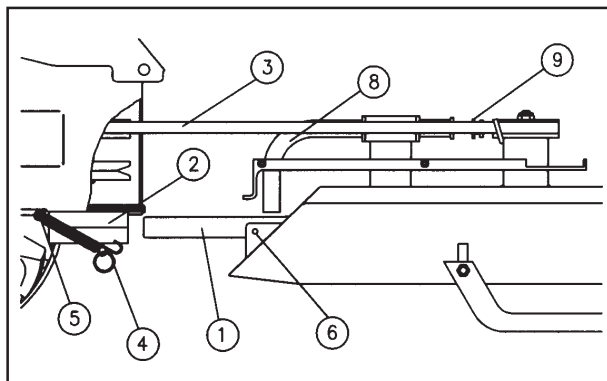
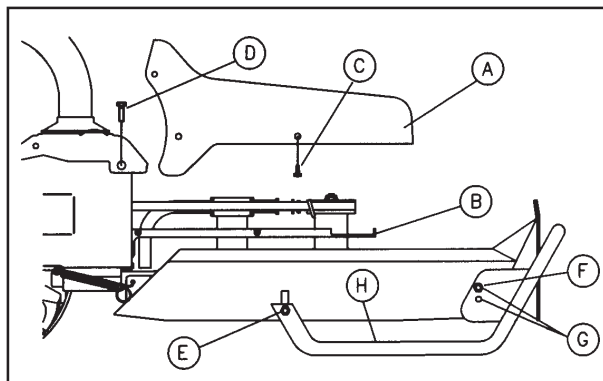

Fig. 1
Fig. 2
MONTAGGIO DEL FALCIATUTTO: FIG. 1 - A motore fermo e con la macchina in posizione orizzontale, inserire per metà il perno del tosaerba (1) nella sede dell'attacco rapido (2). Montare la cinghia (3) e portare a fine corsa il perno; inserire le molle (4) nei rispettivi ganci (5) e successivamente nei fori (6). FIG. 2 - Fissare il coperchio in polipropilene (A) al supporto inferiore (B) tramite le 5 viti autofilettanti (C), quindi togliere le 2 viti (D) del motocoltivatore per fissarle al coperchio.
ANBAU DES SICHELMÄHWERKS (MULCHGERÄT): BILD 1 - Die Maschine mit stillstehendem Motor in waagrechte Position bringen. Den Tragzapfen des Sichelmähers (1) zur Hälfte in das Tragrohr (2) der Maschine einschieben. Danach den Antriebskeilriemen (3) auf die Keilriemenscheibe der Maschine aufziehen. Dabei wird der Tragzapfen in die richtige Position bis zum Anschlag der Maschine gebracht. Die Rückholfeder (4) in die Fanghaken (5) der Maschine bringen. Danach die Rückholfeder spannen und die enden (Haken) in Bohrung (6) einhaken !
BILD 2 - Die Schutz- und Abdeckhaube (A) wird mit 5 Stück Schrauben (C) an den Träger (B) montiert. Danach die 2 Stück Schrauben (D) an der Maschine demontieren und zusammen mit der Schutzhaube wieder montieren.
ASSEMBLING OF THE GRASSLAND MOWER: FIG. 1 - At engine off and with the machine in horizontal position, connect half-pivot of the grassland mower (1) in the couple of the quick connection (2). Assemble the belt (3) and connect the whole pivot; connect the springs (4) in the respective hooks (5) and then in the holes (6). FIG. 2 - Fix the cover in polypropylene (A) to the cover support (B) through the 5 screw auto-cutting (C), so remove the 2 screw (D) of the motor-cultivator to fix them to the cover.
MONTAGE DE LA DEBROUSSAILLEUSE: FIG. 1 - Le moteur étant arrêté et la machine en position horizontale, introduire jusqu'à moitié l'axe (1) de la débroussailleuse dans l'emplacement de l'attelage rapide (2). Monter la courroie (3) en portant l'axe de guidage en fin de course; fixer les ressorts (4) dans les crochets respectifs (5) puis dans les trous (6). FIG. 2 - Monter le capot en polypropylène (A) au support inférieur (B) par les 5 vis filetées (C), puis enlever les 2 vis (D) de la machine pour les fixer au capot.